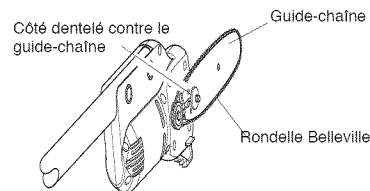

Figure 3 - Ensemble de rondelle Belleville
5. Placez la rondelle Belleville, le couvercle du pignon et l'écrou du guide-chaîne sur la scie à perche. **IMPORTANT :** Assurez-vous que le côté dentelé de la rondelle Belleville est placé comme dans la Figure 3. Le côté dentelé doit être en contact avec le guide-chaîne. **IMPORTANT :** Serrez l'écrou du guide-chaîne à la main seulement.